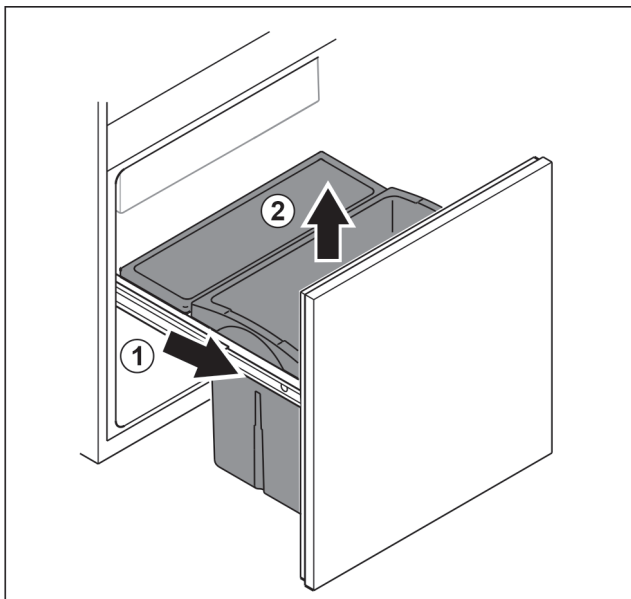

Fig. 190
- Auszugswagen bis zum Anschlag herausziehen. Fig. 190 (1)
- Schubfach nach oben entnehmen. Fig. 190 (2)